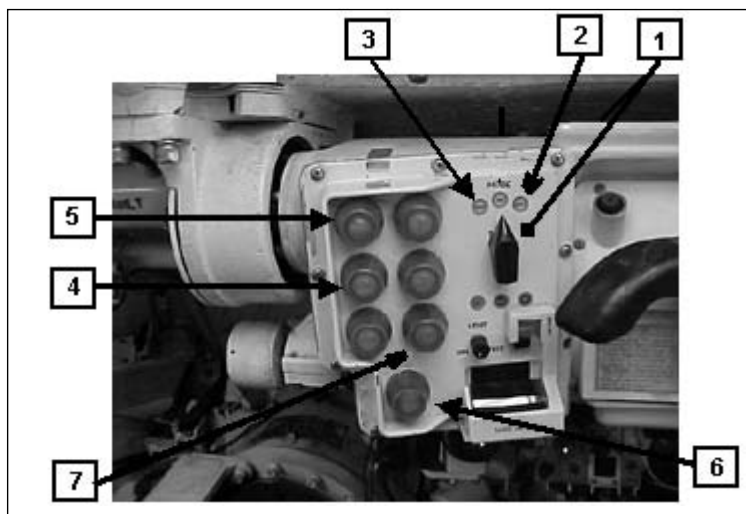

Fig 4-56. Telêmetro laser
c. Telemetria (Fig 4-56 e 4-57)
(1) Só poderão ser executadas, no máximo, 6 (seis) telemetrias por minuto durante 2 (dois) minutos (12 telemetrias em 2 minutos) seguidas de 3 (três) minutos de intervalo. Uma taxa de 3 (três) telemetrias por minuto poderá ser mantida continuamente.
(2) Com a estabilização no modo espera, o retículo se move quando a precessão é introduzida; com a estabilização no modo ativo, o retículo permanece sobre o alvo para permitir um acompanhamento constante do alvo.
(3) Usar o canal diurno do periscópio do M35E1 ou a ocular do telêmetro laser: